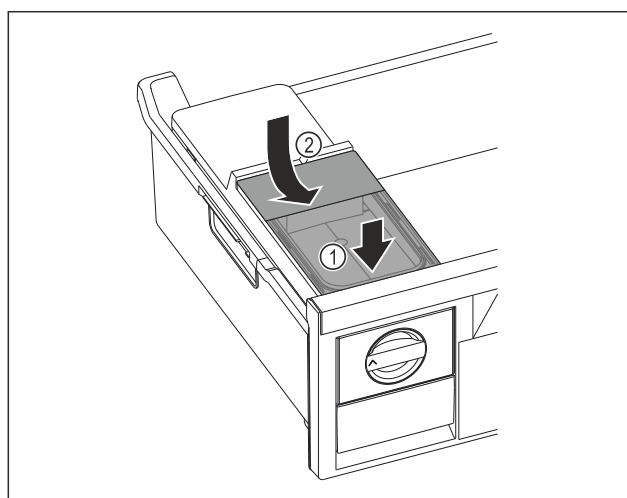

Fig. 110
- Postavite spremnik za vodu sprijeda Fig. 110 (1)
- Spustite spremnik za vodu straga Fig. 110 (2)